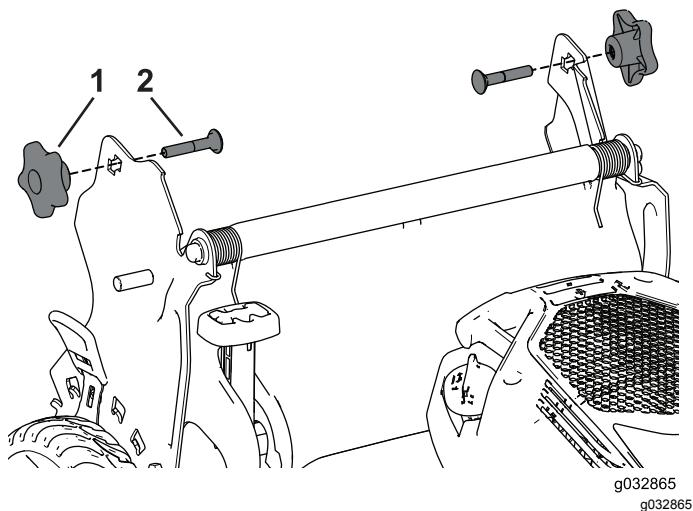

Bild 26
3. Führen Sie die Schlossschraube (mit dem Schraubenkopf nach innen zeigend) durch die Holmhalterung und das obere Loch im Holmende. Stellen Sie sicher, dass jede eckige Schlossschraube richtig in der dazugehörigen oberen oder unteren viereckigen Öffnung der jeweiligen Holmhalterung sitzt(Bild 26).